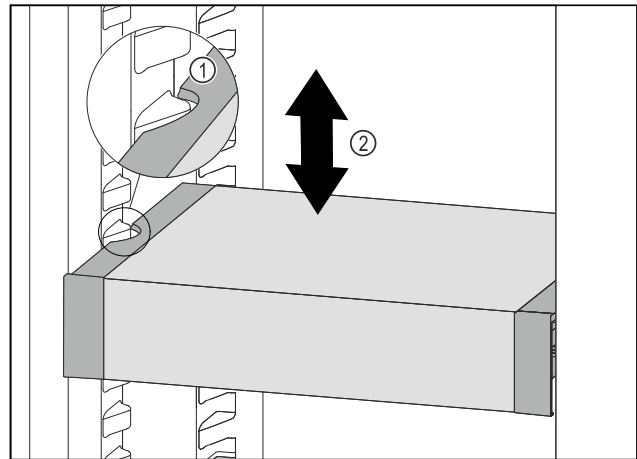

Fig. 35
- ▶ Тяните VarioSafe вперед, пока боковые выемки VarioSafe не окажутся на высоте выступа резервуара в холодильном отделении. Fig. 35 (1)
- ▶ Двигайте VarioSafe в холодильном отделении вверх или вниз, пока не будет достигнута требуемая высота. Fig. 35 (2)